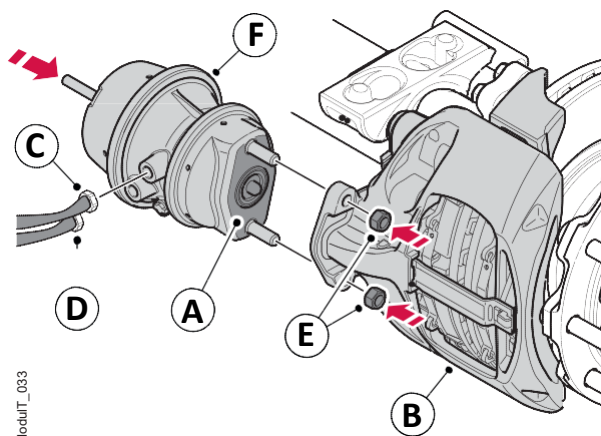

Figura 39. Instalação de itens da câmara de freio
5. Encaixe a nova câmara de freio (A) na pinça de freio (B) com porcas (E). Consulte a figura 39. Fize as porcas primeiro antes de apertar o torque para garantir que as sedes da câmara de freio fiquem paralelas.
6. Instale a conexão da mangueira da câmara de freio do freio de serviço (C) e, se aplicável, o freio de estacionamento (D). Se instalar ambas as mangueiras, certifique-se de que as conexões (C) e (D) são o caminho correto. Consulte a figura 39.